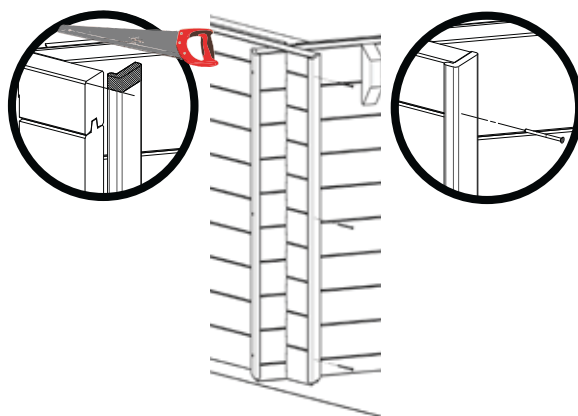

Figure 17
- Fixez le cache L à l'aide de 3 vis 4x60 également réparties sur la hauteur (figure 17).